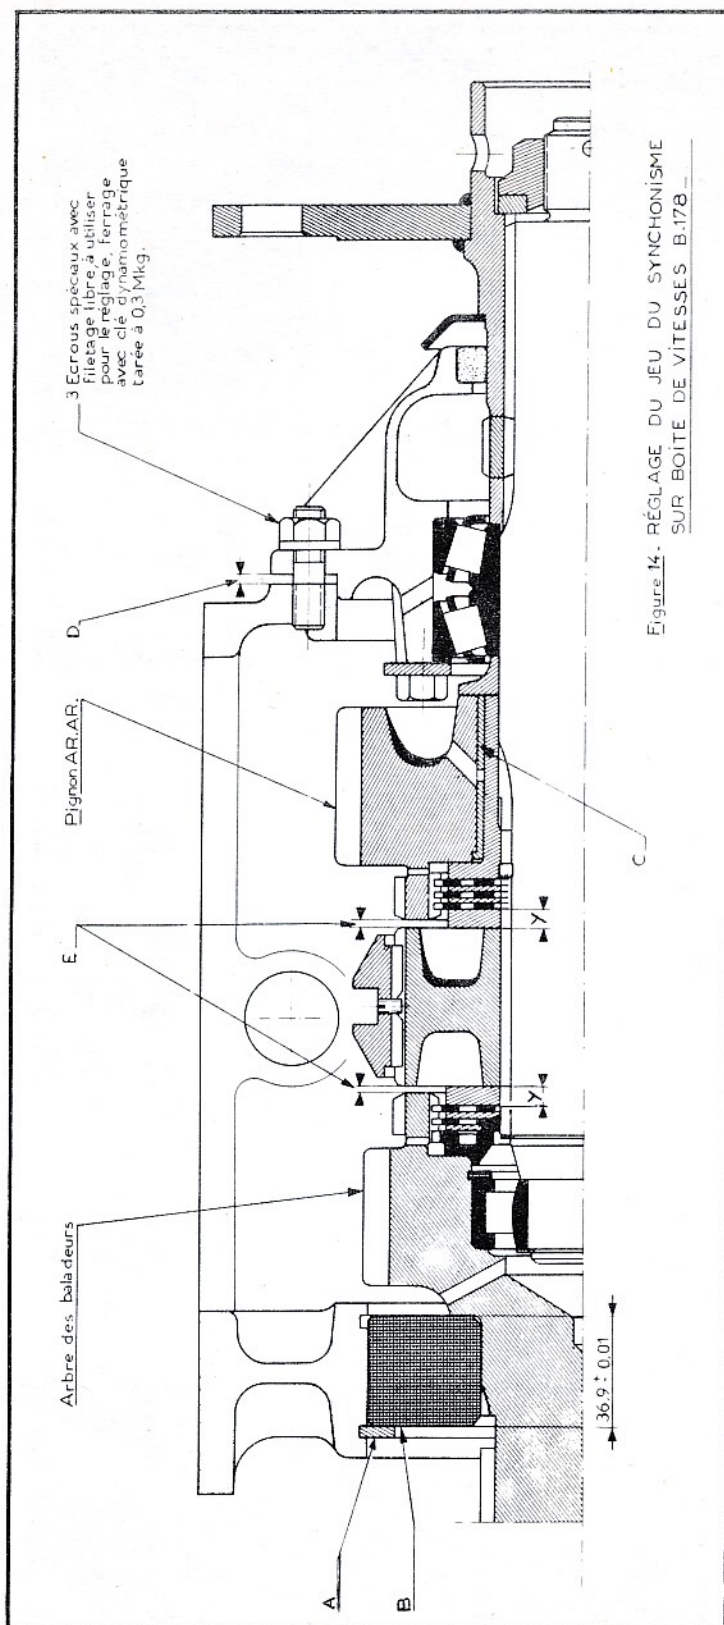

Figure 14. RÉGLAGE DU JEU DU SYNCHRONISME
- 1 disque bronze (64) - 1 disque acier (65)
- 1 disque bronze (64) - 1 rondelle de réglage (66)
- Sur le manchon (67) monter : le baladeur (70) attention aux ergots - les 4 ressorts (68) et les 4 billes (69) les comprimer avec un collier - Emmancher le baladeur sur le manchon d'un coup sec -
- 1 rondelle de réglage (66)
- le circlips de maintien (72)
c) REGLAGE DU JEU DU SYNCHRONISME (Fig.14 page 24)
- Monter le circlips (A) le faux roulement (B) l'arbre des baladeurs (39) avec son roulement intérieur (56) et sa rondelle 71